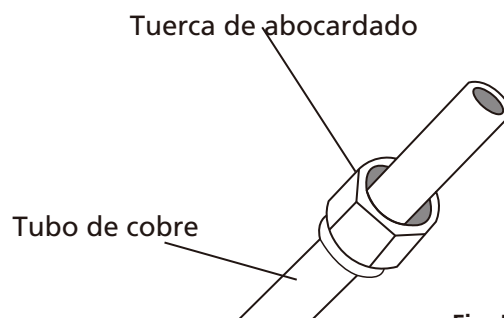

Fig. 5.3
3. Abocarde en ambos extremos del tubo. Asegúrese de que estén colocadas en la dirección correcta, ya que luego no se podrán cambiar. Ver Fig. 5.3.